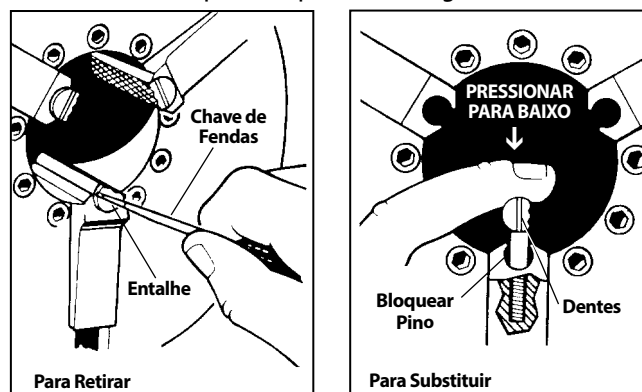

Figura 31 – Substituir os Calços do Mordente
1. Coloque uma chave de fendas na ranhura e rode 90 graus em qualquer direção. Retire o entalhe (*Figura 31*).
2. Insira sempre na lateral do pino de bloqueio e pressione o máximo possível para baixo (*Figura 31*).